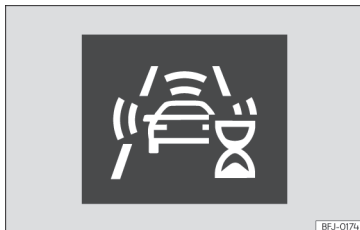

Abb. 156 Am Bildschirm des Kombi-Instruments: Anzeige der ersten Selbstkalibrierung des Systems.
- In den ersten Momenten nach dem Einschalten der Zündung, aufgrund der ersten Selbstkalibrierung des Systems. Während dieser Zeit wird ein Statussymbol angezeigt »» **Abb. 156.**